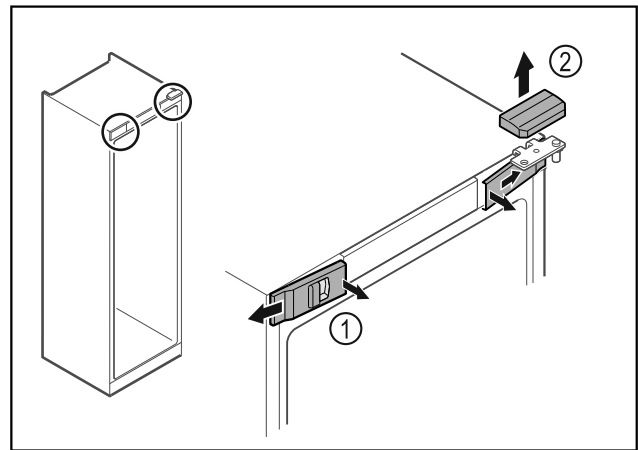

Fig. 5 *
- Décrocher les caches avant Fig. 5 (1) du côté intérieur et les retirer vers l'extérieur.*
- Retirer le cache supérieur Fig. 5 (2) vers le haut.*